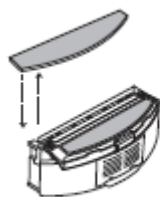

Figure 8
6. Reinscrivere il contenitore per la polvere, rimuovere il panno per pavimenti, quindi agire sul dentino destro e sinistro sul fondo del contenitore (vedi figure 8 e 9). Tutti i componenti devono essere assemblati correttamente nella loro posizione originale.